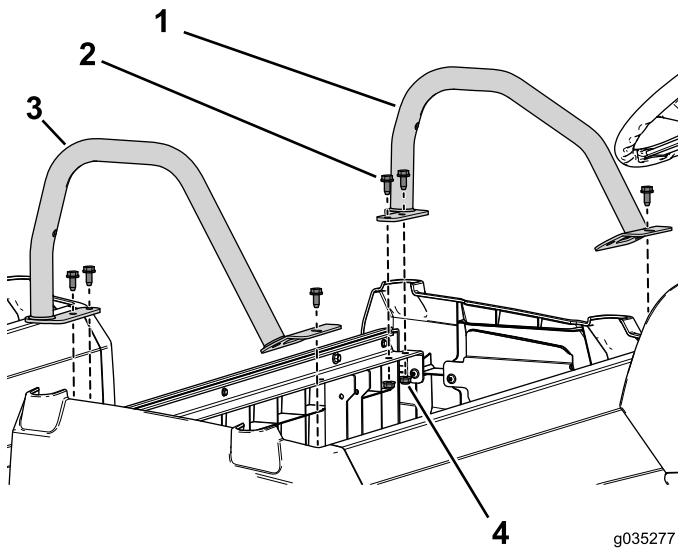

Bild 97
- 7. Befestigen Sie die linken und rechten Hüftgurte mit den sechs Bundbolzen ( $\frac{3}{16}$ " x  $\frac{3}{4}$ ") und Bundmuttern am Sitzunterteil (Bild 97).